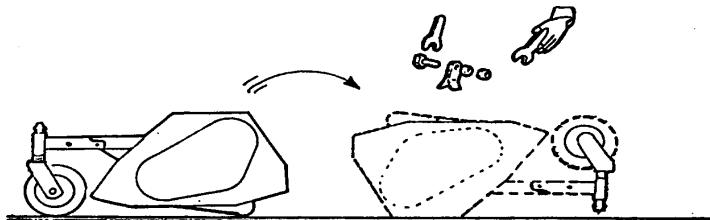

Fig. 17
2) Sganciare la macchina dalla trattice e capovolgerla in modo che il rotore dei coltelli sia bene in vista. (Fig.17)
2) Disconnect the flail mower from the tractor and overturn it in the way to have the flails shaft in a clear view. (Fig.17)
- 2) Koppel de machine los van de tractor en draai deze ondersteboven zodat de rotor met de messen goed te zien zijn (fig. 17).